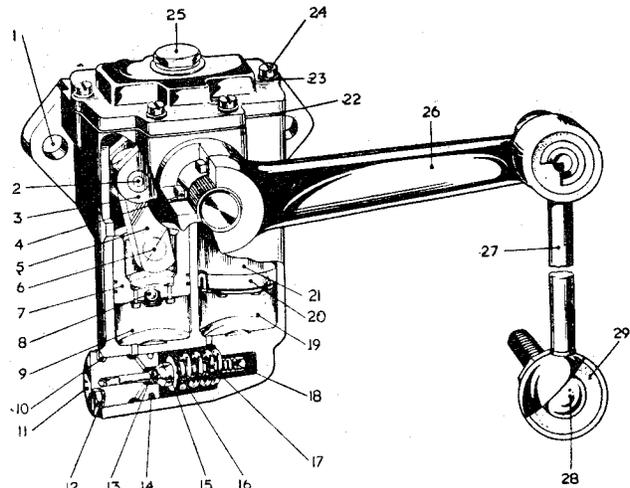

Fig. 5
NOTATION FOR FIGURE 5
I. DESCRIPTION (Fig. 5)